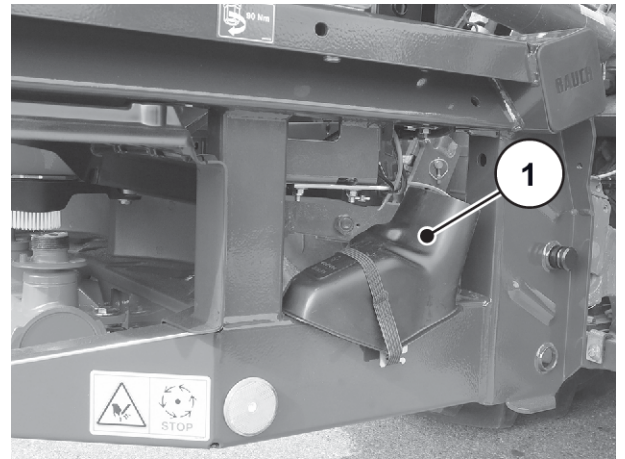

Fig. 33: État de la goulotte de contrôle de débit
- Préparer la goulotte de contrôle de débit. Voir *Fig. 33 État de la goulotte de contrôle de débit*